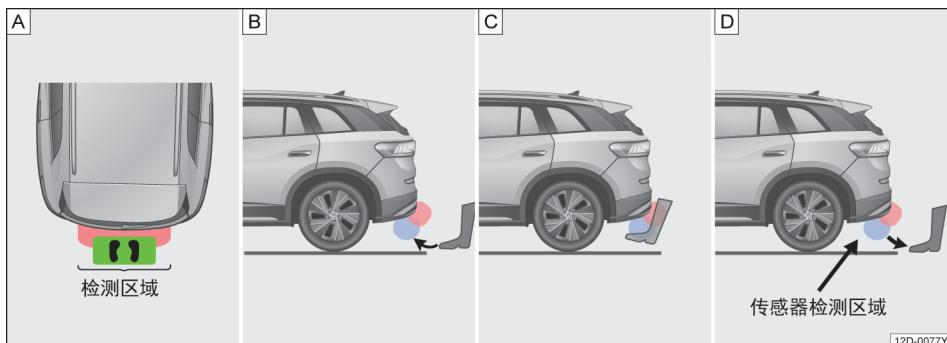

图 54 详细的脚踢步骤
内→图 54 [A]
- 2、控制小腿快速踢向行李厢盖→图 54 [B]
- 3、小腿紧紧靠近后保处停止，并且不能触碰到后保→图 54 [C]
- 4、小腿停止后立即收回，并回到踢出位置→图 54 [D]